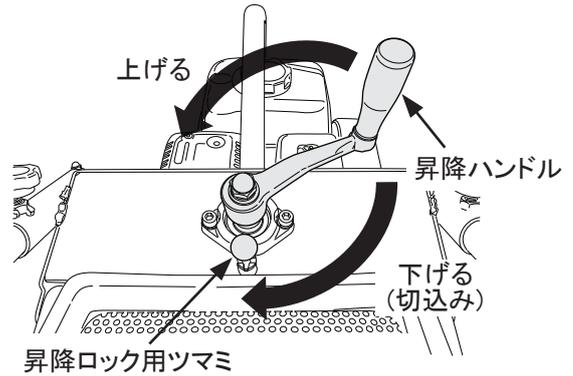

図 20
- b. エンジンの回転が低下しすぎない速度で切り込んでください。所定の切削深度に達しましたら、昇降ハンドルの手前にある昇降ロック用ツマミで固定(ロック)してください。(図20)
1. 切削が終了したら、昇降ハンドルを左方向(反時計)にゆっくり回して機体を上げてください。(図20)